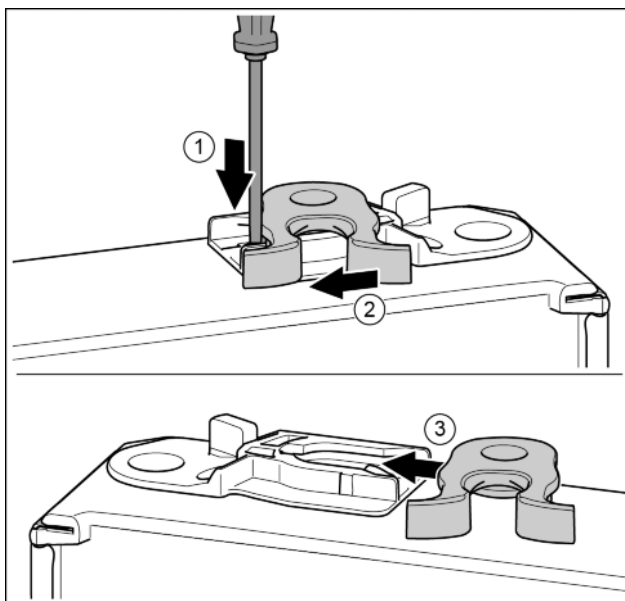

Fig. 14
- ▶ С плоска отвертка натиснете езичето надолу. Fig. 14 (1)
- ▶ Извадете затварящата кука от водача. Fig. 14 (2)
- ▶ Вкарайте затварящата кука във водача от другата страна. Fig. 14 (3)